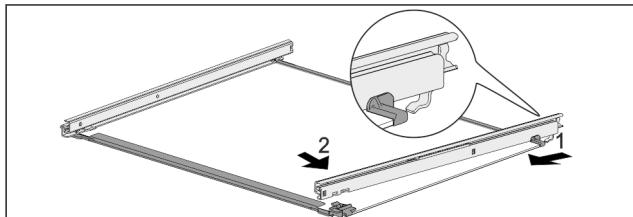

Fig. 126 Staklena ploča s vodilicama
- Zakvačite vodilicu sa stražnje strane. Fig. 126 (1)
- Uglavite vodilicu s prednje strane. Fig. 126 (2)